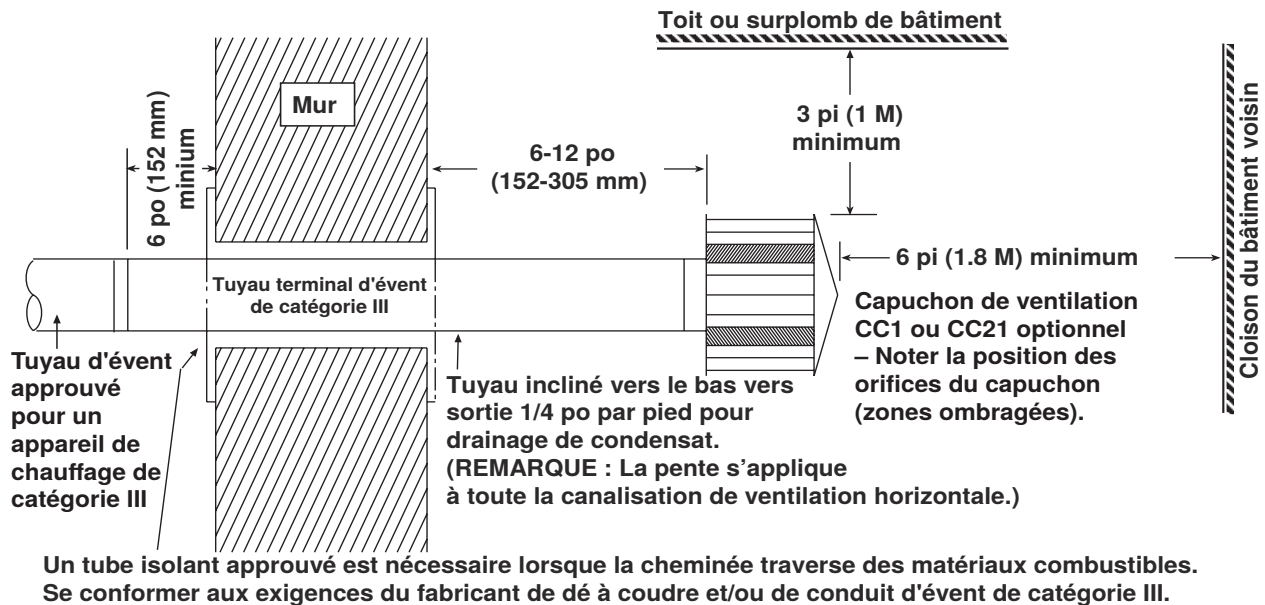

Figure 17. Terminal de ventilation horizontal (installations résidentielles)
- b. Reportez-vous aux instructions illustrées à la **Figure 17** et au **Tableau 13** pour installer le terminal de ventilation horizontale.